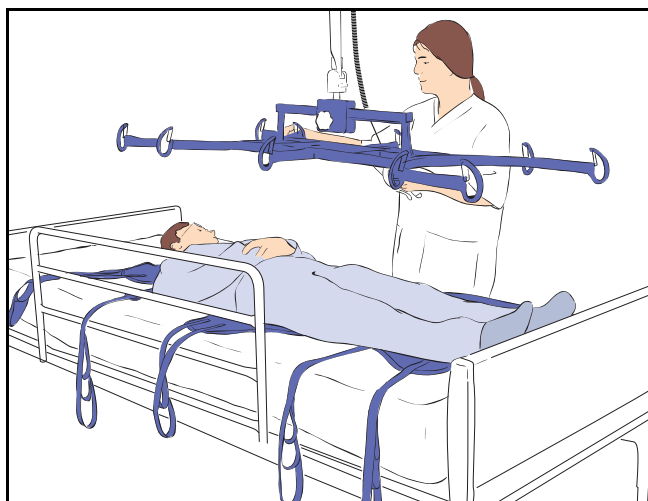

Fig. 12
- 3) Med bårerammen så højt oppe som muligt bevæges liften, indtil rammen befinder sig direkte over plejemodtageren (se Fig. 12).